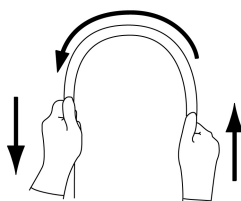

図 1
- 4.挿入部を両手で持ち、全長にわたって 図 1 に示すように順次半円の頂点をずらすように曲げたときに、適切な軟らかさを有しており、軟らかさが不連続になっているなどの異常がないこと。